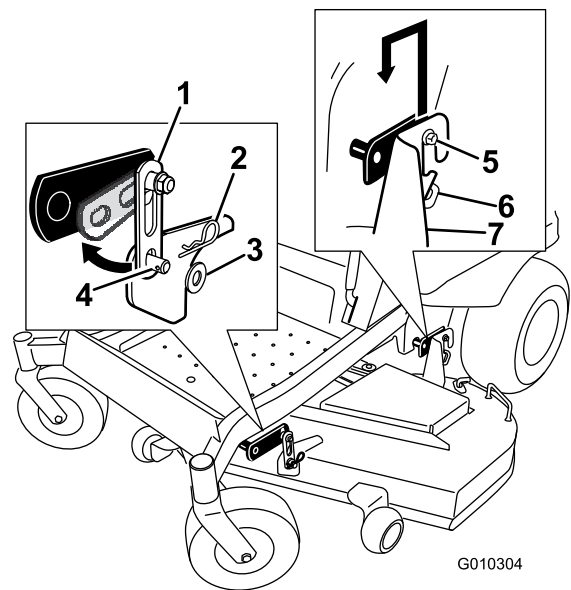

Figura 75
2. Retire los herrajes de las pletinas de suspensión delanteras en ambos lados de la carcasa (Figura 75).
3. Retire la carcasa con cuidado de los pernos de las pletinas de suspensión y baje la parte delantera de la carcasa al suelo (Figura 75).
5. Eleve la parte trasera de la carcasa del cortacésped y coloque los soportes de las pletinas de suspensión sobre sus pernos (Figura 75).
sujételas con una arandela y un pasador de horquilla (Figura 75).